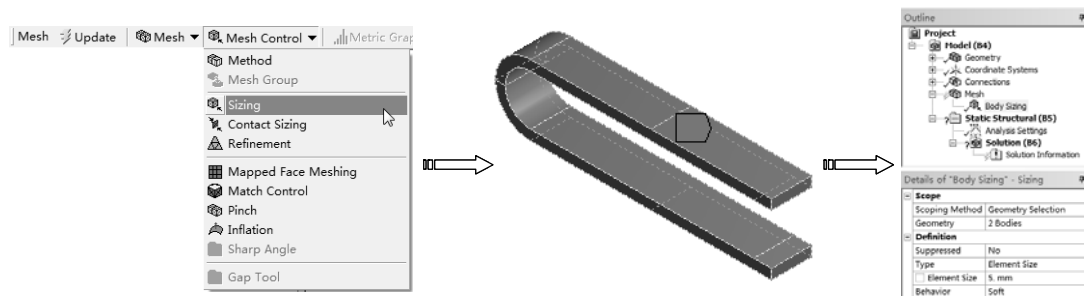

图 8-28 设置网格尺寸
2) 单击【图形】工具栏上的选择模式下的【Box Select (框选)】按钮, 然后再单击【Body (选择体)】按钮, 在【Details of “Body Sizing” Sizing】列表中单击【Scope】选项下的【Scoping Method】项，框选所有实体，单击【Geometry】项中的【Apply】按钮完成。在【Element Size】文本框中输入 5mm，如图 8-28 所示。